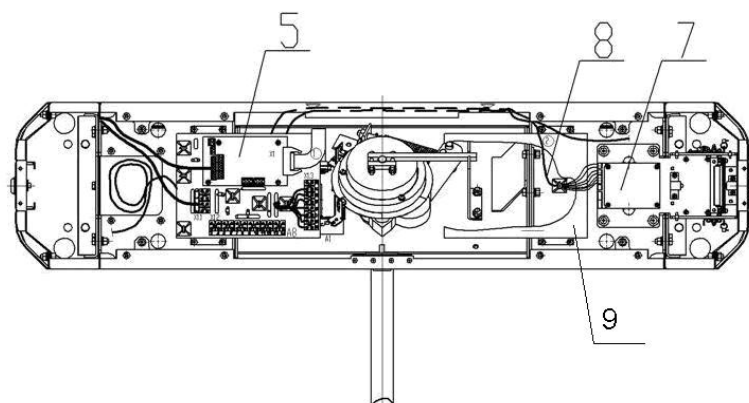
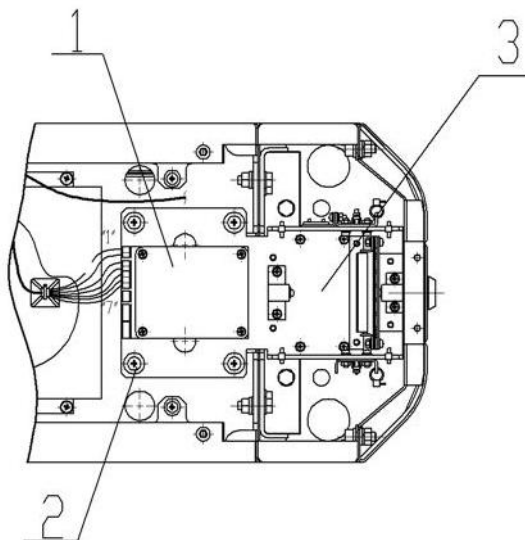

Рисунок 7 – Схема прокладки кабелей в стойке ТВС01:
Рис. 8 – Механизм картоприемника
Для переустановки механизма картоприемника (3, рис.8) на противоположную сторону, т.е. на сторону считывателя №2 (см. рис.7), необходимо выполнить следующие действия:
- отсоедините кабель картоприемника (8, рисунок 7) со стороны платы картоприемника;
- демонтируйте механизм картоприемника (поз.3, рис.8, – крепится четырьмя винтами М5х20, поз.2, рис.8) и установите его на противоположную сторону турникета, закрепив на аналогичное место этими же винтами;
- переложите кабель картоприемника (8, рис.7) на сторону считывателя №1. Для фиксации кабеля используйте самоклеющиеся площадки и неоткрывающиеся стяжки входящие в комплект поставки;
- подсоедините кабель картоприемника (8, рис.7) к плате картоприемника согласно схеме (рисунок.А.2 Приложение А) и рис.3.2;
В конструкции турникета предусмотрена возможность для установки платы контроллера СКУД. Установка платы контроллера СКУД осуществляется на кронштейн 9 рис.7. Максимальный возможный размер устанавливаемой платы контроллера СКУД 160x150x35 мм.